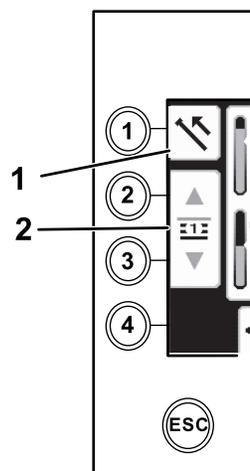

Рисунок 7
1. Нажмите кнопку 1 для выбора опции протягивания трубы (Рисунок 7).
2. Нажмите кнопки 2 и 3 для выбора ряда, в который вы хотите поместить трубу (Рисунок 7).